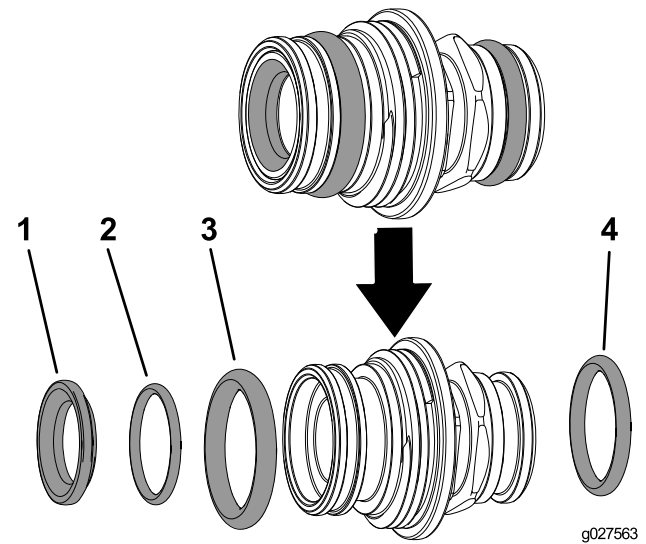

図 2
11. バルブシートの O リング、バックシートの O リング、エンドキャップシールの O リング、出口フィッティングの O リングを外す 図 2。